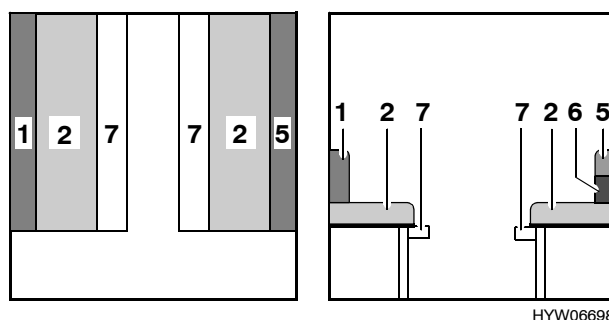

Fig. 41 Durante la trasformazione
- Estrarre il telaio portamaterasso (Fig. 41,7).
- Rimuovere il cuscino dello schienale (Fig. 41,1) e riporlo.
- Separare il cuscino dello schienale (Fig. 41,5) dal cuscino dello schienale (Fig. 41,6).
- Sollevare leggermente i due cuscini del divano (Fig. 41,2) e tirarli sul telaio portamaterasso (Fig. 41,7).